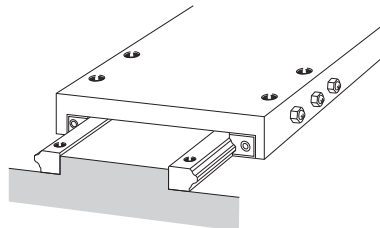

Abb. 23
(3) Die Führungswagen am Tisch montieren und die Befestigungsschrauben provisorisch festziehen. Den mit den Führungswagen versehenen Tisch auf die Führungsschienen vorsichtig aufschieben.
(4) Ziehen Sie die Spieleinstellschrauben wechselseitig an, um das Spiel einzustellen. Wenn zum Erlangen einer hohen Steifigkeit eine relativ hohe Vorspannung angebracht wird, kontrollieren Sie das Anzugsdrehmoment bzw. den Verschiebewiderstand.
a. Es ist ratsam für jeden Führungswagen drei Spieleinstellschrauben zu verwenden (siehe Abb. 23).